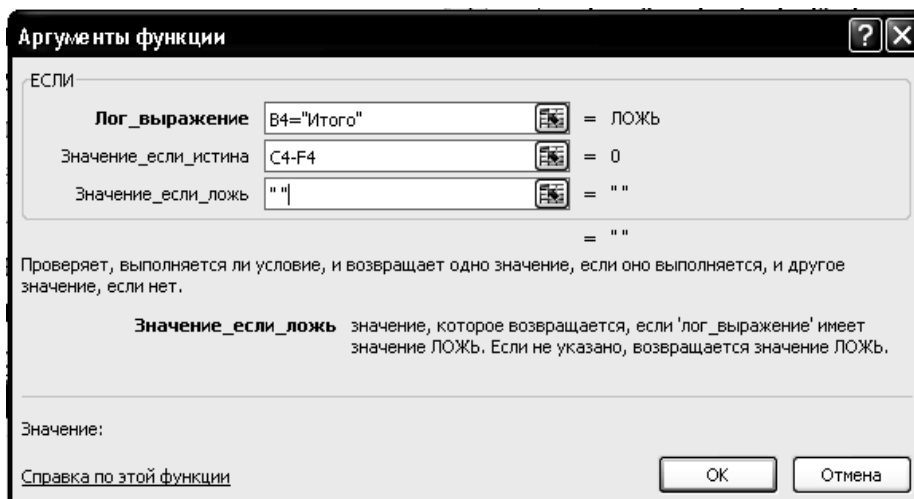

Рисунок 2.3 – Расчет экономии времени по узлам
- в открытом окне (рисунок 2.3) задать требуемые значения: